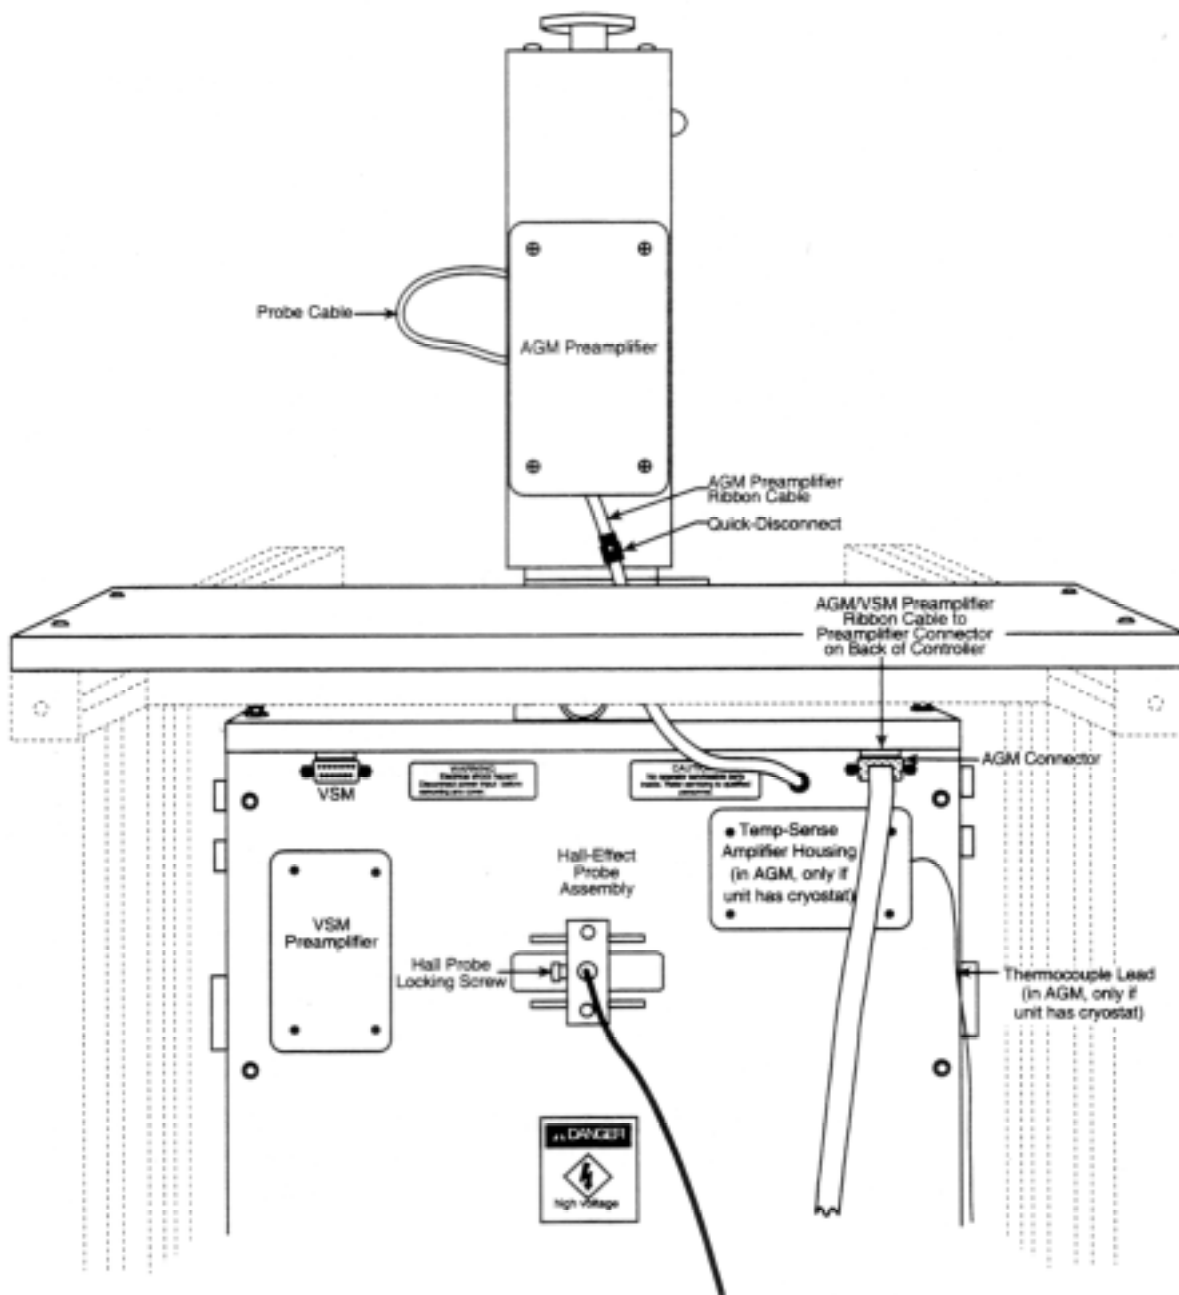

図 12 AGM のコンバージョンシステムの場合の背面
- 1、 図 12 に示す AGM プリアンプのケースを確認してください。